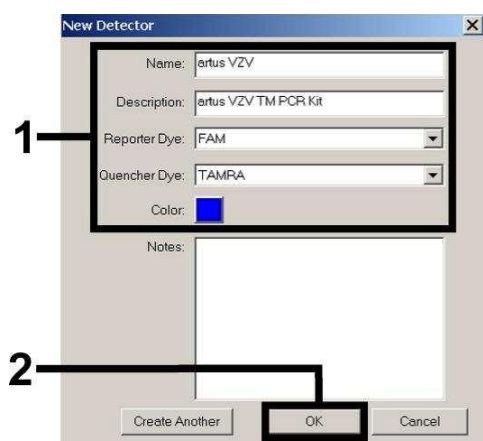
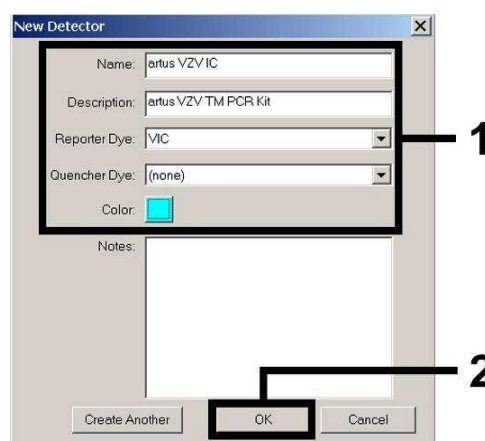
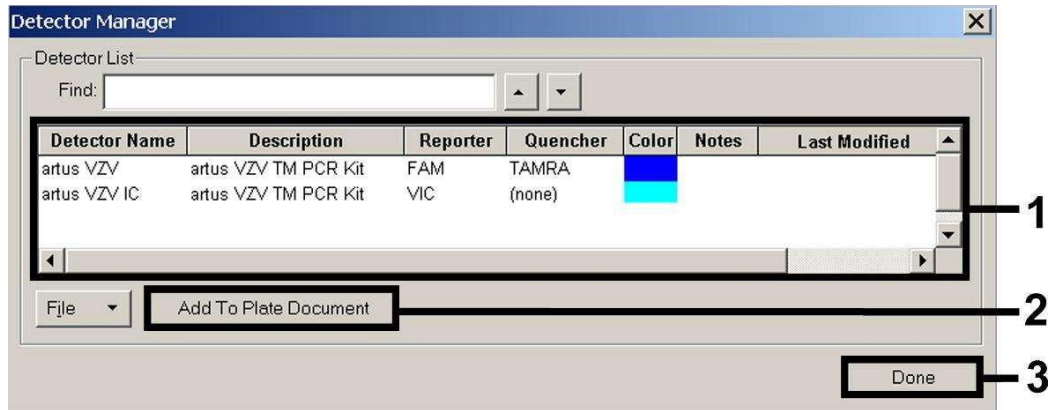

Fig. 4: Criação do detector específico do VZV (*Detector Manager*).
Fig. 5: Criação do detector específico do *Controlo interno* (*Detector Manager*).
Fig. 6: Selecção dos detectores (*Detector Manager*).
Para a detecção de ADN do VZV, defina na janela que agora aparece (de acordo com a Fig. 4 e a Fig. 5) a combinação de Reporter/Quencher **FAM/TAMRA** e, para a detecção do *Controlo interno*, seleccione a combinação **VIC/none**. Ao confirmar as definições (OK), retornará ao *Detector Manager*. Marque os detectores que acabaram de ser criados e transfira cada selecção para *Well Inspector*, seleccionando na opção *Add to Plate Document* (ver Fig. 6). Feche a janela (*Done*).